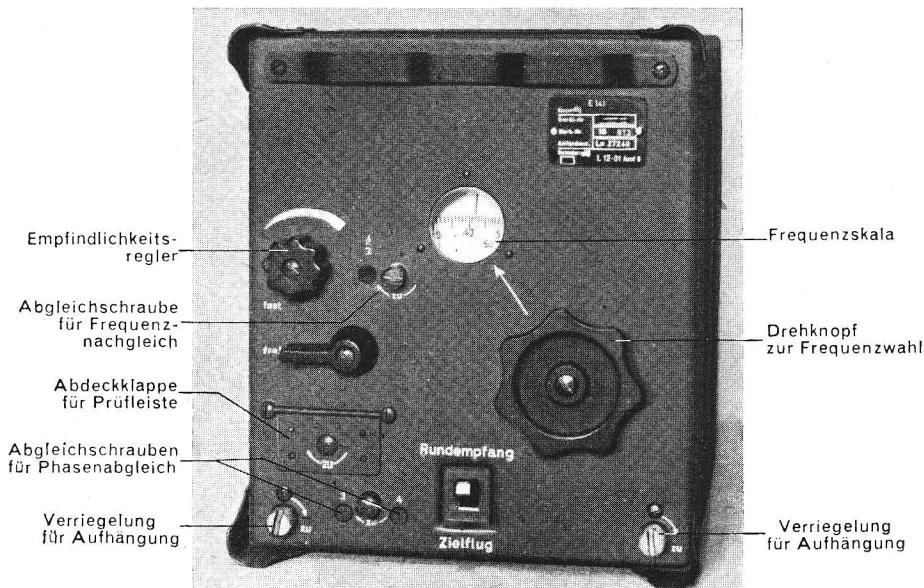

Abb. 2: Empfänger E 141 (Vorderansicht)
Eine Vorderansicht des Empfängers zeigt Abb. 2, auf der alle für die Bedienung und Prüfung erforderlichen Handgriffe und Anschlüsse durch Hinweise erläutert sind. **Weiß** beschriftet sind auf dem Empfänger alle Hinweise für den **Betrieb**, in **gelber** Schrift sind Hinweise an Bedienungsteilen ausgeführt, die nur bei der **Prüfung** betätigt werden müssen.
4. Bedienbare Schaltelemente (Abb. 2 und Anl. 1)
- 2) Hebel „Fest — Frei“ an Empfängerfrontplatte (Abb. 2, Frontplatte, Mitte, links) auf „Frei“.
- 3) Schalter „Rundempfang — Zielflug“ (Abb. 2, Frontplatte, unten) auf „Zielflug“.
- 4) Empfindlichkeitsregler (Abb. 2, Frontplatte, links) nach **rechts** bis zum Anschlag. Darauf achten, daß kein Sender empfangen wird; dazu gegebenenfalls Abstimmung ändern.